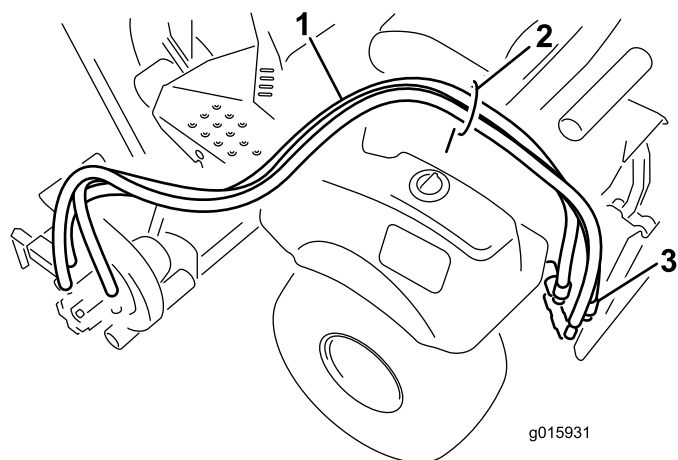

図 7
1. 油圧ホースをホースガイドに通し、機体後方へ導く図 7。
2. ホースを後リモートコネクタに接続する図 7。